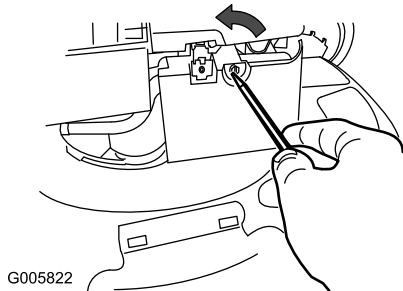

Bild 22
1. Öffnen Sie die Luftfilterabdeckung mit einem Schraubenzieher (Bild 22).